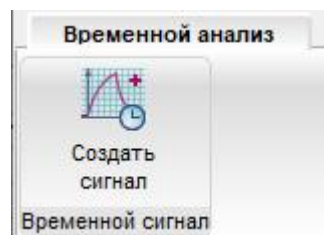

Рис. 236
18.13.1.3. Меню «Временной анализ» показано на рис. 236.